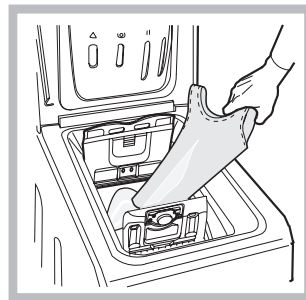

Fig. 3
**C) Introducción de la ropa (Fig. 3).**